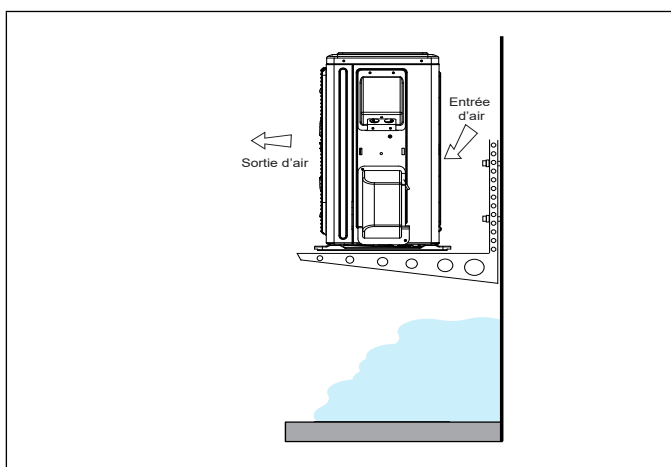

Figure 22. Unité extérieure sur supports au-dessus du niveau de la neige
- La base de l'unité doit être située au-dessus du niveau moyen de la neige comme illustré à la «Figure 22. Unité extérieure sur supports au-dessus du niveau de la neige».